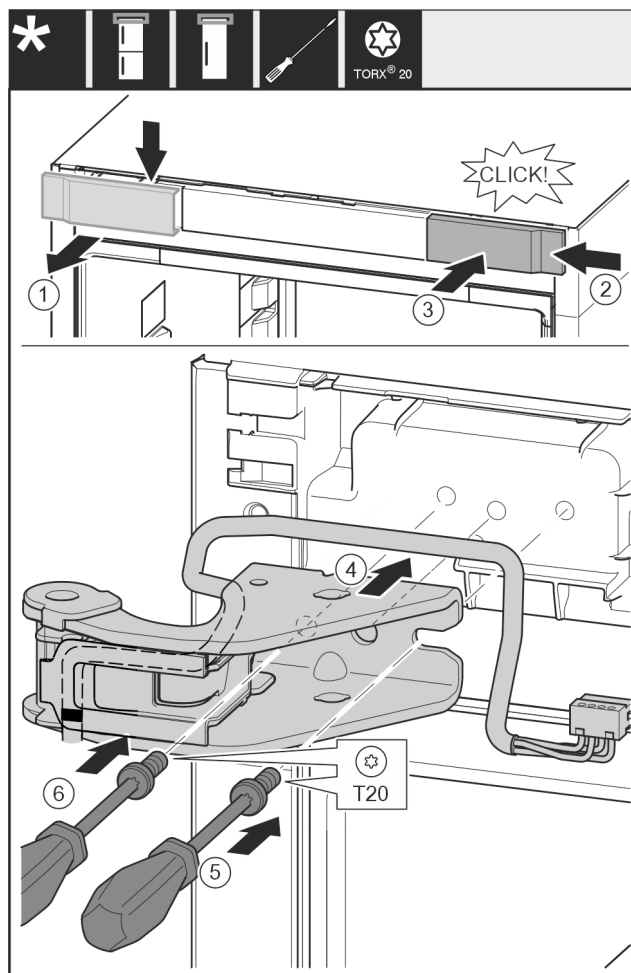

Fig. 32
- Odeberte kryt shora dopředu. Fig. 32 (1)
- Kryt otočený o 180° zavěste na druhé straně zprava. Fig. 32 (2)
- Zaklapněte kryt. Fig. 32 (3)
- Nasadte horní stojan ložiska. Fig. 32 (4)
- Šroubovákem T20 nasadte šroub a utáhněte. Fig. 32 (5)
- Šroubovákem T20 vložte šroub a utáhněte. Fig. 32 (6)